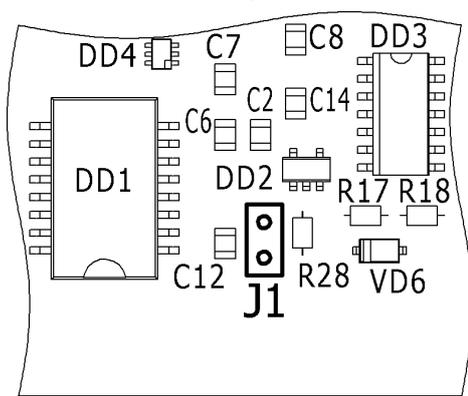

Рисунок 3
1.2.9 Конвертер имеет возможность инверсии выходных сигналов. Для этого необходимо установить переключку J1, которая находится на плате конвертера (см. рисунок 3). Для доступа к переключке J1 необходимо снять боковую стенку конвертера, открутив три винта, показанных на рисунке 4.